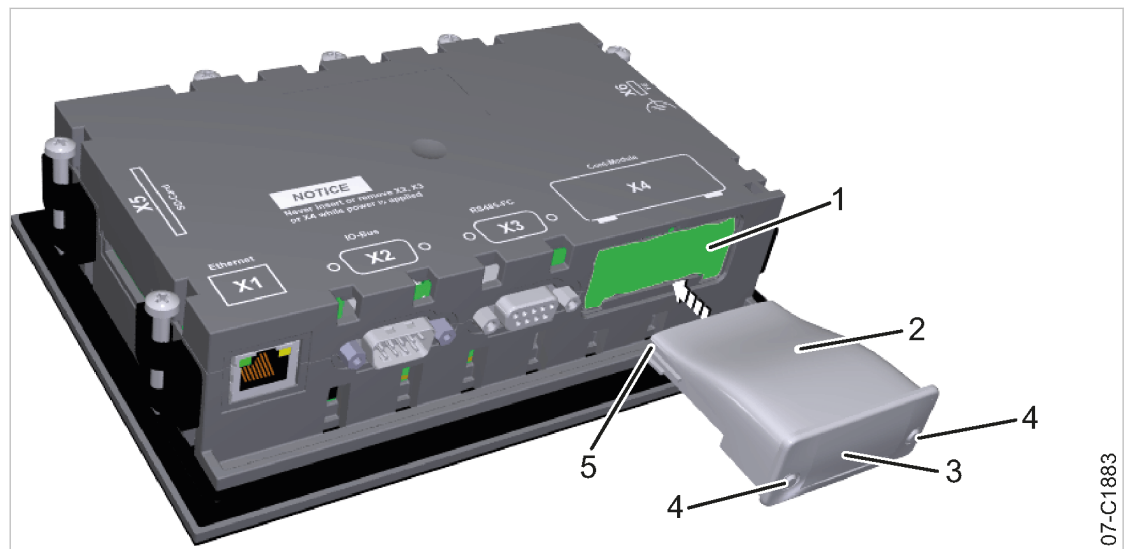

Fig. 32 Insérer le module de communication
Présenter le module de communication comme indiqué sur la fig. 32.
2. Insérer le module de communication dans l'interface X4 [1] jusqu'à ce qu'il s'enclenche (voir fig. 32).